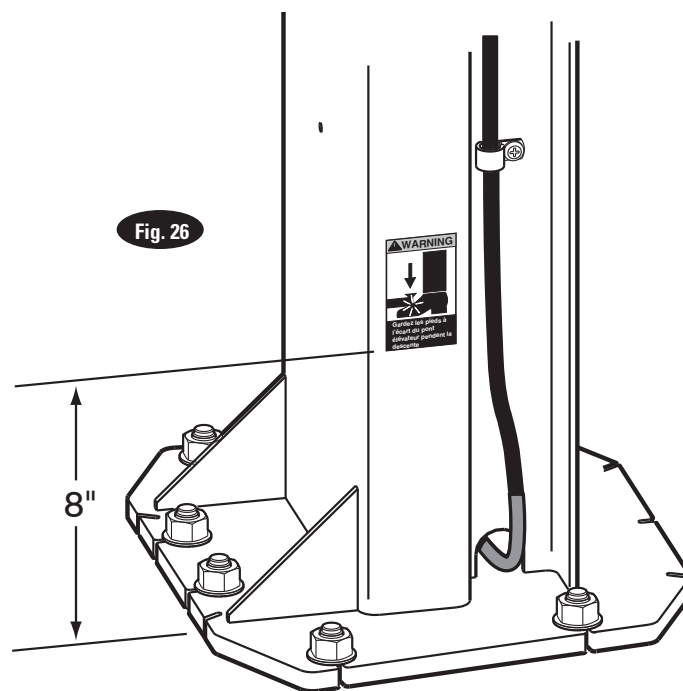

Fig. 26
24. Emplacement des décalcomanies sur les points de pincement : Installez les autocollants de points de pincement ci-joints. Placez l'autocollant (1) sur chaque colonne, Fig. 26. Les autocollants doivent avoir une hauteur minimale de 8 pouces entre le bas de l'autocollant et le sol.